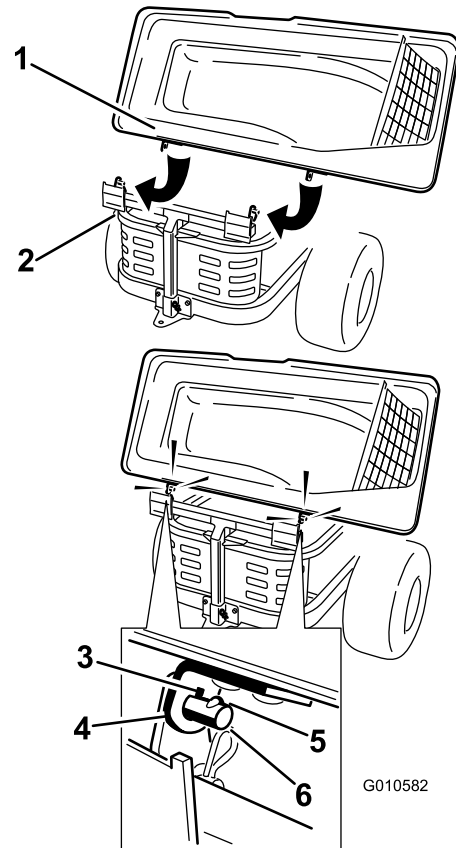

Bild 8
1. Bauen Sie die Abdeckung des Heckfangsystems am Rahmen des Heckfangsystems ein. Drehen Sie die Abdeckung des Heckfangsystems, um die Schlüssellocher in den oberen Halterungen des Heckfangsystems mit den Schlüsseln in den Pfosten am Rahmen des Heckfangsystems auszufluchten (Bild 8). Schieben Sie die Halterungen über die Pfosten und drehen Sie die Abdeckung des Heckfangsystems nach unten in die Betriebsstellung.